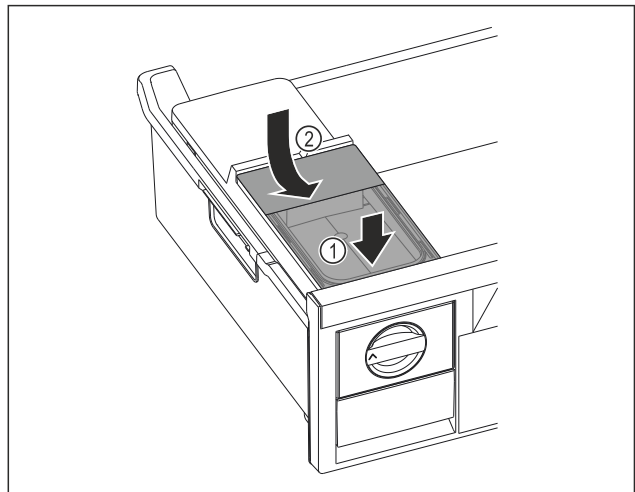

Fig. 167
- Placer le réservoir d'eau à l'avant. Fig. 167 (1)
- Abaisser le réservoir d'eau à l'arrière. Fig. 167 (2)